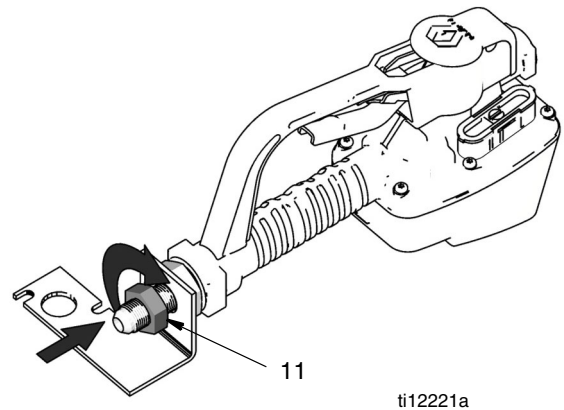

ABB. 8
- c. Installieren Sie die Mutter (11) (ABB. 8). Ziehen Sie sie fingerfest an.